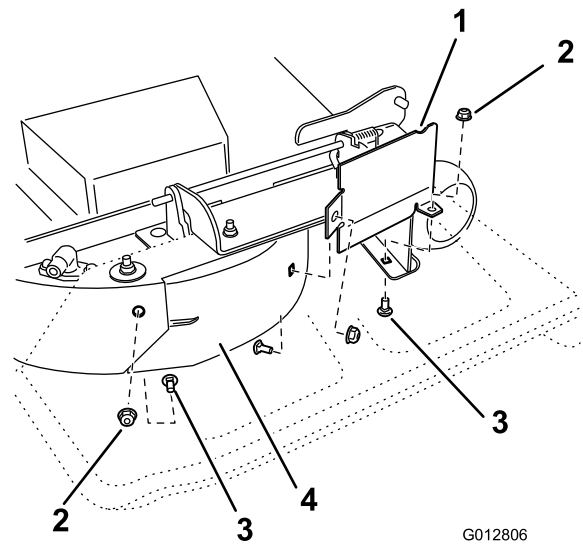

Figura 33
8. Retire el perno de cuello cuadrado (5/16 x 3/4 pulgada) y la contratuerca (5/16 pulgada), situados en la pared trasera de la carcasa de corte, que sujetan el deflector a la carcasa (Figura 33).
9. Localice el protector del deflector en el borde delantero del orificio de descarga lateral. Retire los fijaciones que sujetan el protector del deflector y el deflector derecho a la carcasa de corte, según se muestra en Figura 33. Retire el protector del deflector y guarde todos los herrajes.